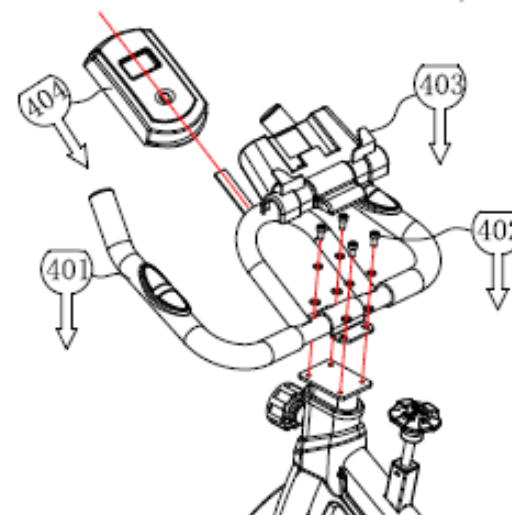

Bild 4
4. Passa in de fyra hålen mitt på "styret" med de fyra M6-fästskruvarnas hål i "huvudramens" främre ände, se steg 401 på bild 4; För in de fyra "sexkantsskruvarna M6x12" i vardera "elastiska bricka  $\Phi 6,6 \times 1,6$ " och "planbricka  $\Phi 6,6 \times \Phi 12 \times 1,6$ " enligt steg 402 på bild 4 och för sen skruvarna igenom styret. Skruva samman "styrets" hål mot det främre fästhållet på "huvudramen" och dra åt skruvarna med en 5#-insexnyckel". Fäst "telefonhållaren" på styret, se steg 403 på bild 4; För in den elektroniska datorskärmen i metalldelen på styret, se steg 404 på bild 4, och anslut kabeln.